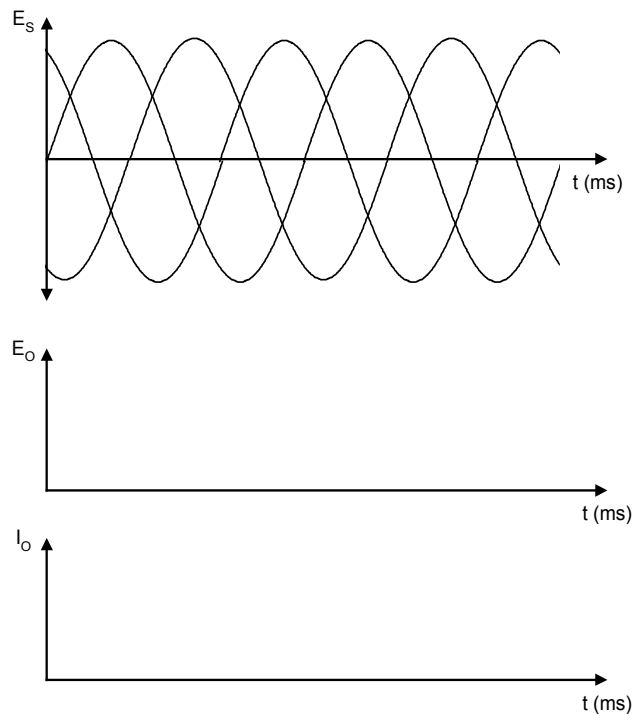

FIGURE 1-6
- Tracez la forme d'onde de la tension de sortie et du courant à la Figure 1-6. Indiquez